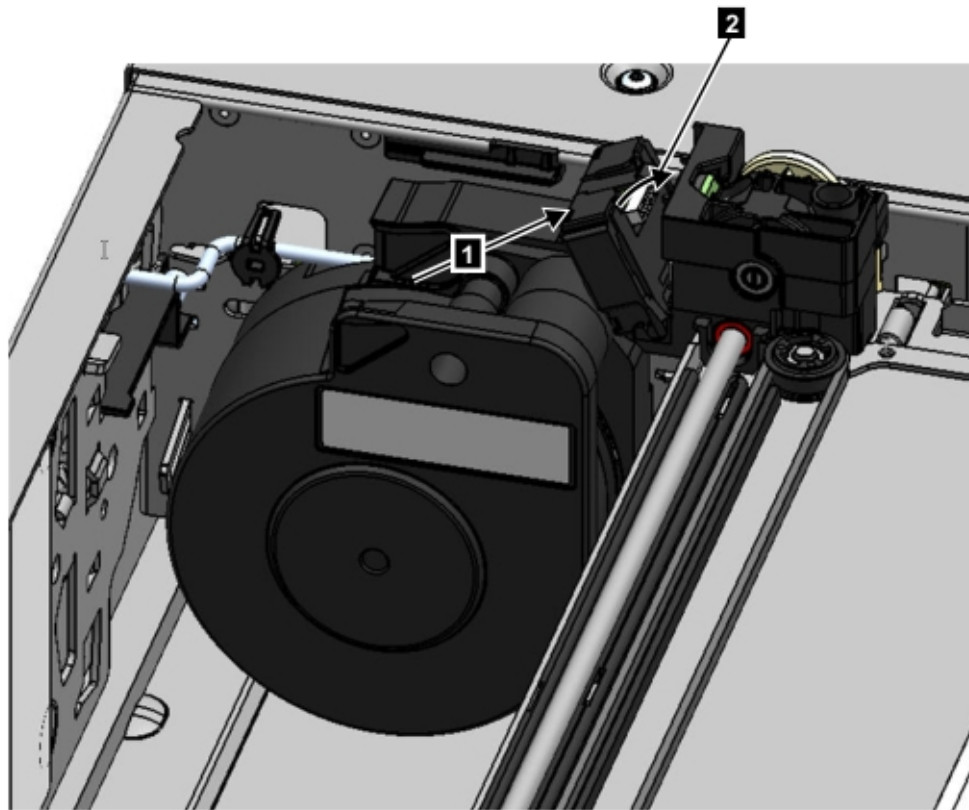

Figura 76. Instalación del cable de spooling
5. Coloque el cable de spooling en las ranuras donde se conecta al descriptor de acceso y gírelo hasta que encaje en su sitio. Consulte Figura 76 en la página 160.